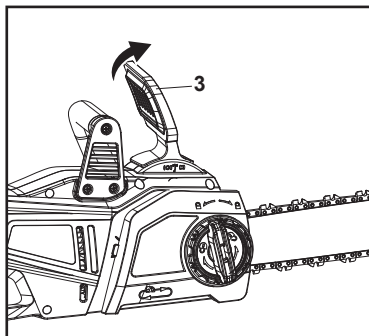

Fig. 15, travão da corrente engatado
Travão da corrente engatado: quando a alavanca do travão da corrente (3) se encontra na posição engatada, o funcionamento da corrente é interrompido imediatamente (Fig. 15).